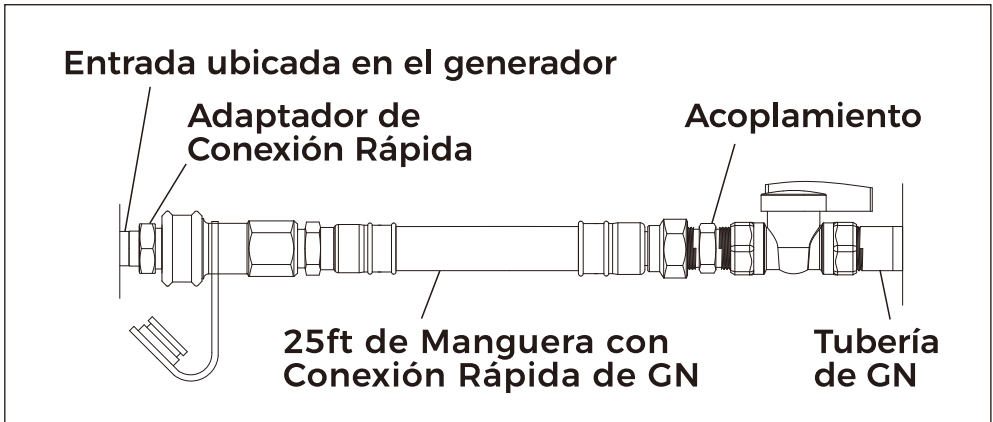

Figura 7
5. Conecte la manguera NG tanto al generador como al acoplamiento (Figura 7).